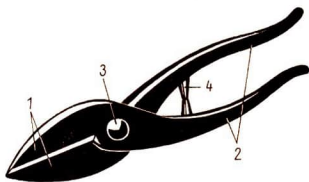

Bild 15 Handblechschere
maschinen eingesetzt. Die **Handblechschere** (Bild 15) besteht aus den beiden **Schneidbacken** (1), den beiden **Schenkeln** (2), dem **Scherengewerbe** (3) und dem **Anschlag** (4) (Hubbegrenzung).